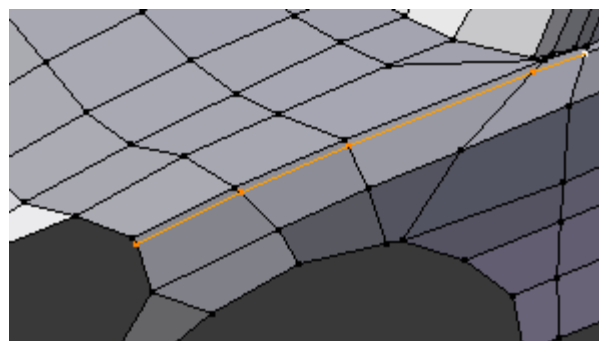

Figura 4.83
12. Selecciono os 5 primeiros vértices do contorno e faça deslizar o conjunto de arestas seleccionadas em direcção ao centro do modelo, **[Ctrl]+[E]** > **Edge Slide**, figura 4.83.